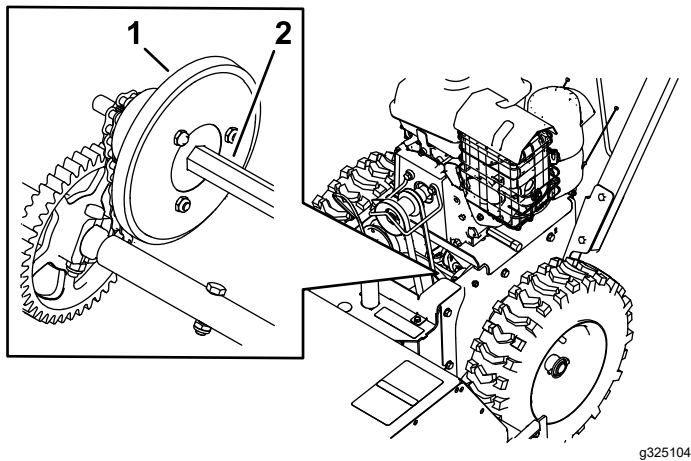

Figura 24
4. Sumerja un pincel limpio, largo y de punta fina, en aceite de motor, y lubrique ligeramente el eje hexagonal (Figura 24).
Importante: No manche de aceite la rueda de goma o el plato de arrastre por fricción de aluminio, porque la transmisión patinaría (Figura 24).